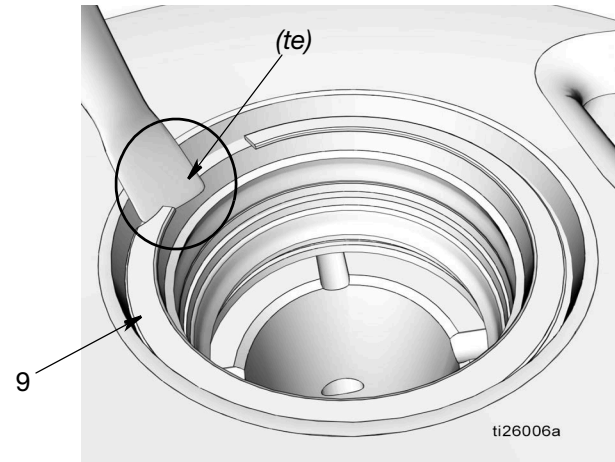

FIG. 26
- a. Deslice la hoja de un pequeño destornillador plano por debajo del borde cónico (te) del anillo de retención (9) y extraiga el anillo como se observa en FIG. 26.
- b. Extraiga el espaciador cónico (10), la junta (11) y el espaciador (12).
- c. Deslice la hoja de un pequeño destornillador plano por debajo del borde cónico (fe) del anillo de retención (51) para desmontar el anillo como se observa en FIG. 26 y extraiga el anillo de retención.
- d. Retire el espaciador (12), la junta (11) y el otro espaciador (12).